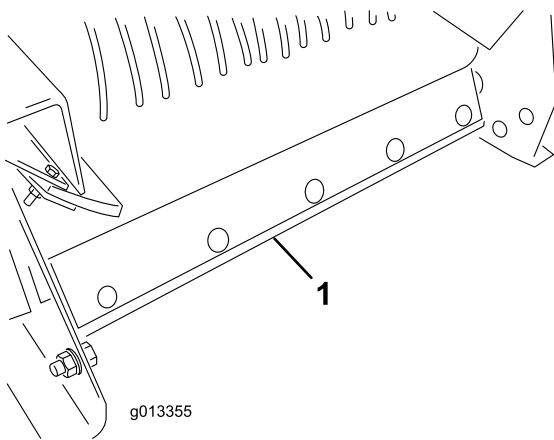

Figura 61
- Desmunte el conjunto del rascador de limpieza de la cinta de la parte trasera de la máquina (Figura 61).